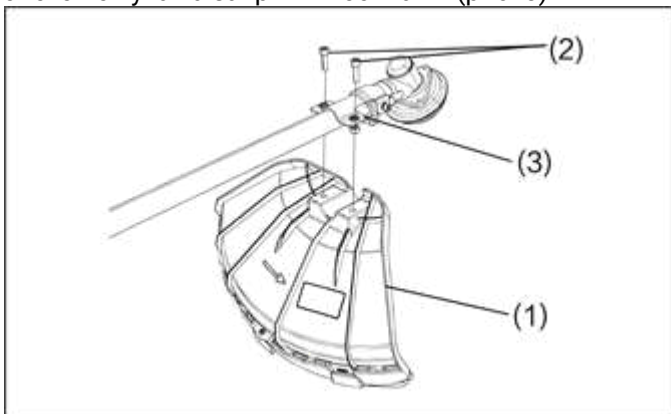

Рисунок 5. Схема встановлення захисного кожуха на «штангу».
1. Для роботи дисковим ножом з лезами встановити захисний кожух без додаткового кожуха та закріпити болтами (рис. 5).